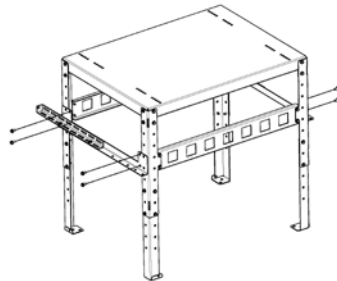

Fig. 42 - Monte los refuerzos y los alargadores a la estructura
- Fije también los refuerzos y los alargadores montados anteriormente (véase **Fig. 42**).